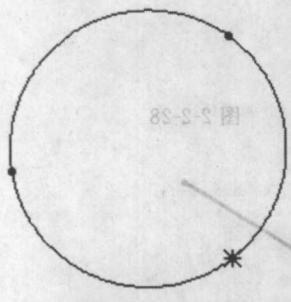

图 2-2-23
- ③ 三点圆：选择该工具后，在操作界面里随意点三点，即可过这三点作出一个正圆(图 2-2-23)。